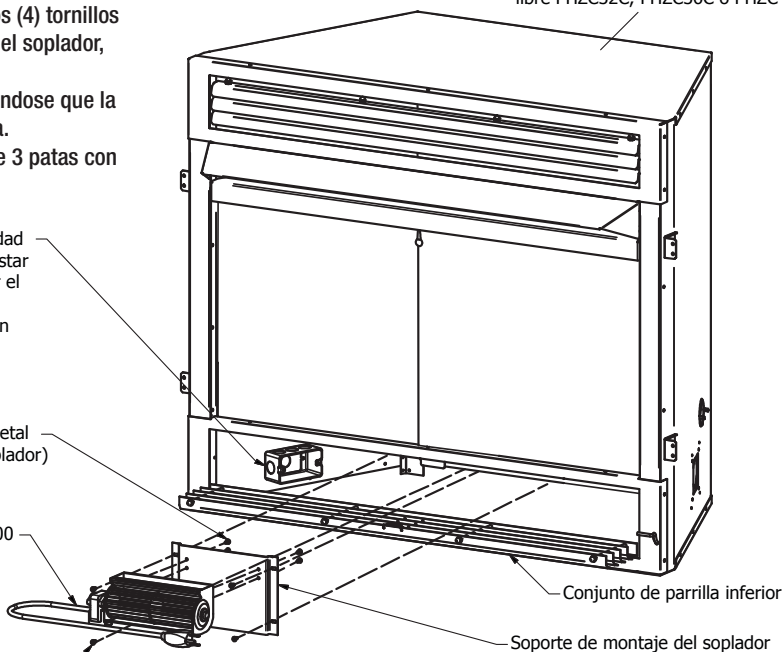

Figura 15: instalación del soplador
2. Fije el soplador al soporte usando los (4) tornillos de chapa de metal incluidos en el kit del soplador, como se muestra en la Figura 15.